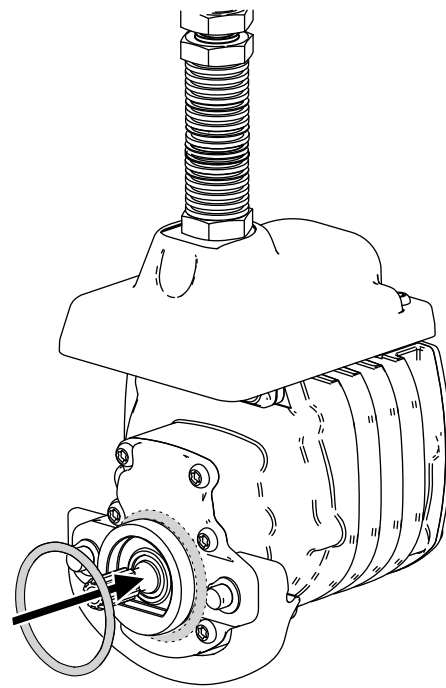

Figure 10
3. Montez un joint torique sur chaque moteur de cylindre, comme montré à la Figure 10.